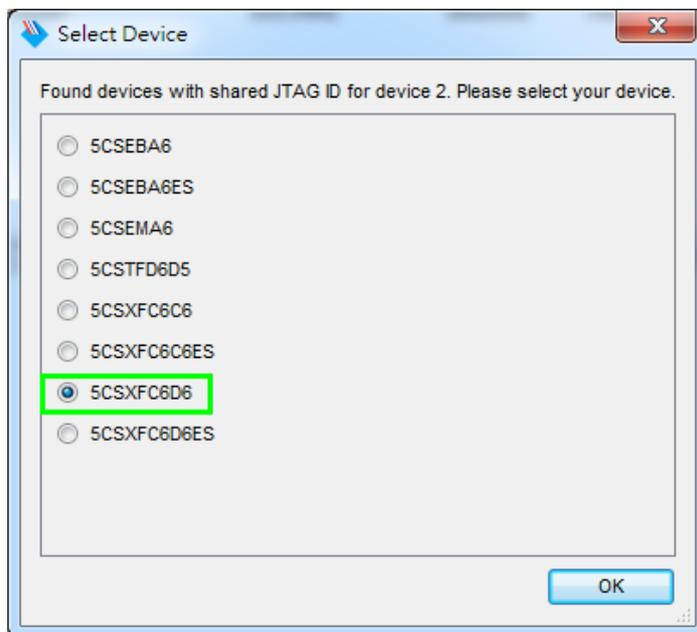

图 3-4 选择 5CSXFC6D6
2. 如图 3-4 的绿色方框所示，选择检测到的与开发板相对应的 FPGA 器件。